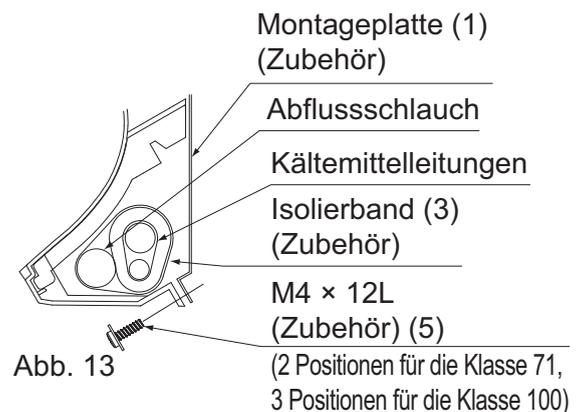

Abb. 13
- Sichern Sie das Innengerät auf der Installationsplatte (1) mit Sicherungsschrauben (5). (Siehe Abb. 13)